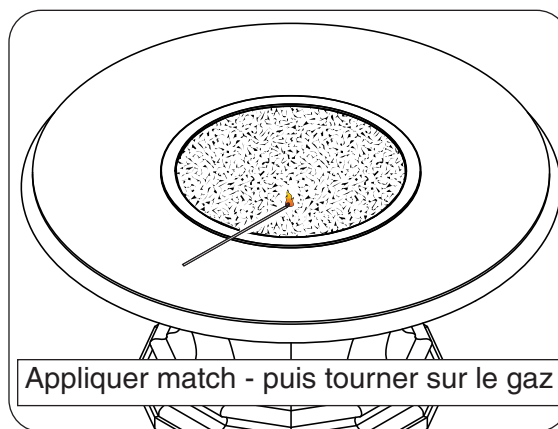

Fig. 52-1
- 3. Poser une allumette allumée sur la surface du support décoratif près du brûleur (**ne pas tenir l'allumette dans la main**) (Fig. 52-1).